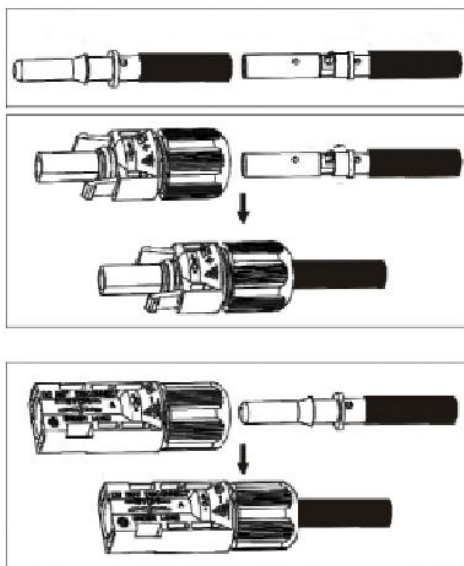

图 3.12
- 如图 3.12 所示，将金属接头穿过防松紧锁母，插入对应的前端端子，直到听到卡接到位的声音。